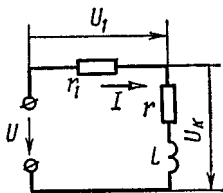

рис. 12
13. Последовательно с резистором, имеющим только активное сопротивление  $r_1 = 20 \text{ Ом}$ , включена катушка, параметры которой  $r = 6,7 \text{ Ом}$  и  $L = 42,7 \text{ мГн}$  (рис.12). Определить ток, проходящий в